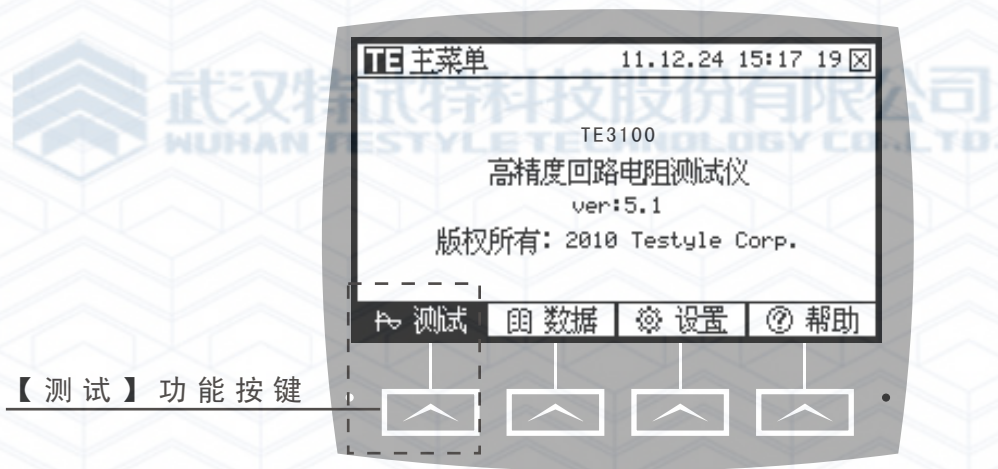
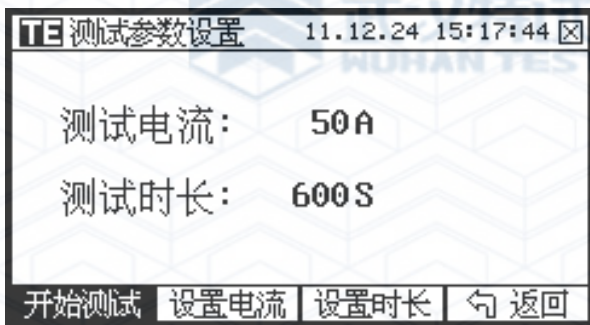

图1.3.3
图1.5.2
如图1.3.3，按下【测试】功能按键后，测试功能生效。功能按键介绍请见第二部分详细介绍相关章节。
(2) 合上电源开关，显示主菜单后(见图1.3.3)，按【测试】功能按键，进入测试参数设置界面(见图1.5.2)，按【设置电流】和【设置时长】按键选择设置参数，按【开始测试】开始测试。